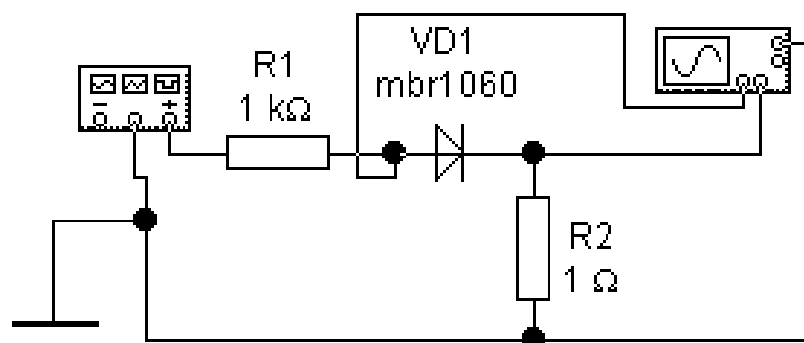

Рисунок 3.
2.6. Скласти схему, наведену на рис.3.